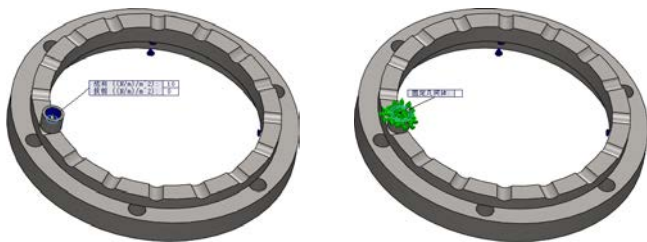

图 10-53 设置固定夹具
STEP 6 右键单击算例树中“夹具”项，在弹出的快捷菜单中选择“固定几何体”菜单选项，选择珠套的上表面为固定面，将珠套固定，如图 10-53 所示。